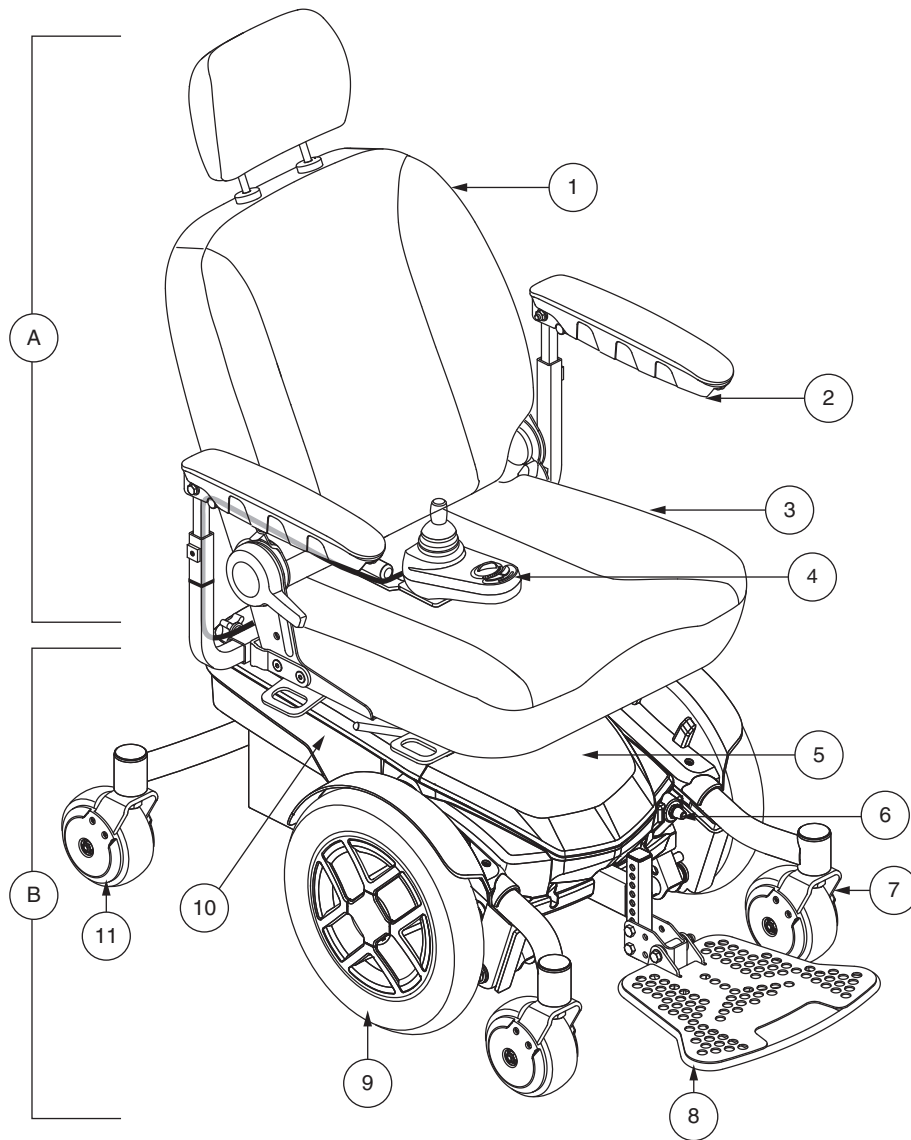

Figura 1. Silla eléctrica de Jazzy EVO 613
El Jazzy EVO 613 está formado por dos piezas principales: el asiento (A) y la base eléctrica (B). Ver figura 1. Generalmente, el asiento incluye los reposabrazos, el respaldo y la base de asiento. La base eléctrica incluye los dos motores y los frenos, dos ruedas motrices, dos baterías y el cableado eléctrico. Ver figura 1, 2, y 3.